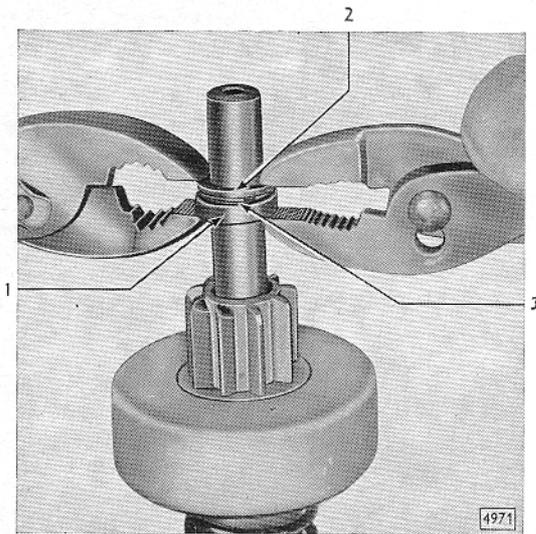

Bild D 78 - Haltering und Druckring zusammendrücken
7. Mit zwei Zangen Haltering und Druckring zusammendrücken (Bild D 78).